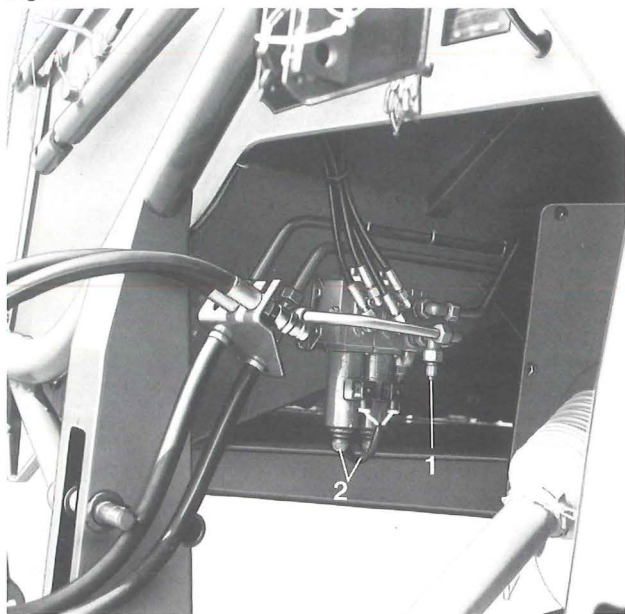

Fig. 13
1. Bei großer Ölmotoreinstellung kann es vorkommen, daß die Ölmenge für den Einklappvorgang nicht ausreicht. Stellen Sie dann mittels Schalter (4) den Einstellwert auf der Anzeige (5) niedriger ein (wenn nötig, bis auf „0“). Es steht dann mehr Öl zum Einklappen zur Verfügung.
2. Schlepper mit ungünstigen Verhältnissen im Ölrücklauf, von der Steckkupplung bis zum Öltank, können einen zu hohen Gegendruck verursachen. Das bedeutet, daß ein Rückstau von mehr als 30 bar auftritt. Läßt sich dies nicht durch Änderung der Leitung beheben, so kann streuerseitig ein zweiter Rücklaufschlauch montiert werden (Fig. 13/1). Der Ölrückstrom zum Schlepper fließt dann durch zwei Schläuche ab, und somit wird der Rückstaudruck erheblich gesenkt.
Bei Ausfall der Elektrik ist die Auslegerbedienung von Hand möglich. Betätigen Sie dann die Kugelgriffe (Fig. 13/2) am unteren Ende der Magnetventilbatterie.